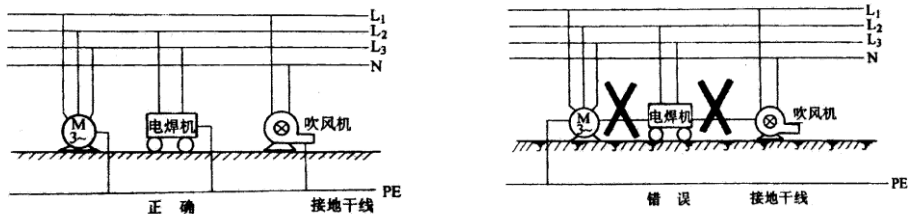

图 3-4 电气设备接地线正确接法
3) 接地线与电气设备可焊接或螺栓连接，螺栓连接应有防松螺帽或防松垫片。每台设备应用单独的接地线与干线相连，禁止在一条接地线上串联电气设备(如图 3-4 所示)。